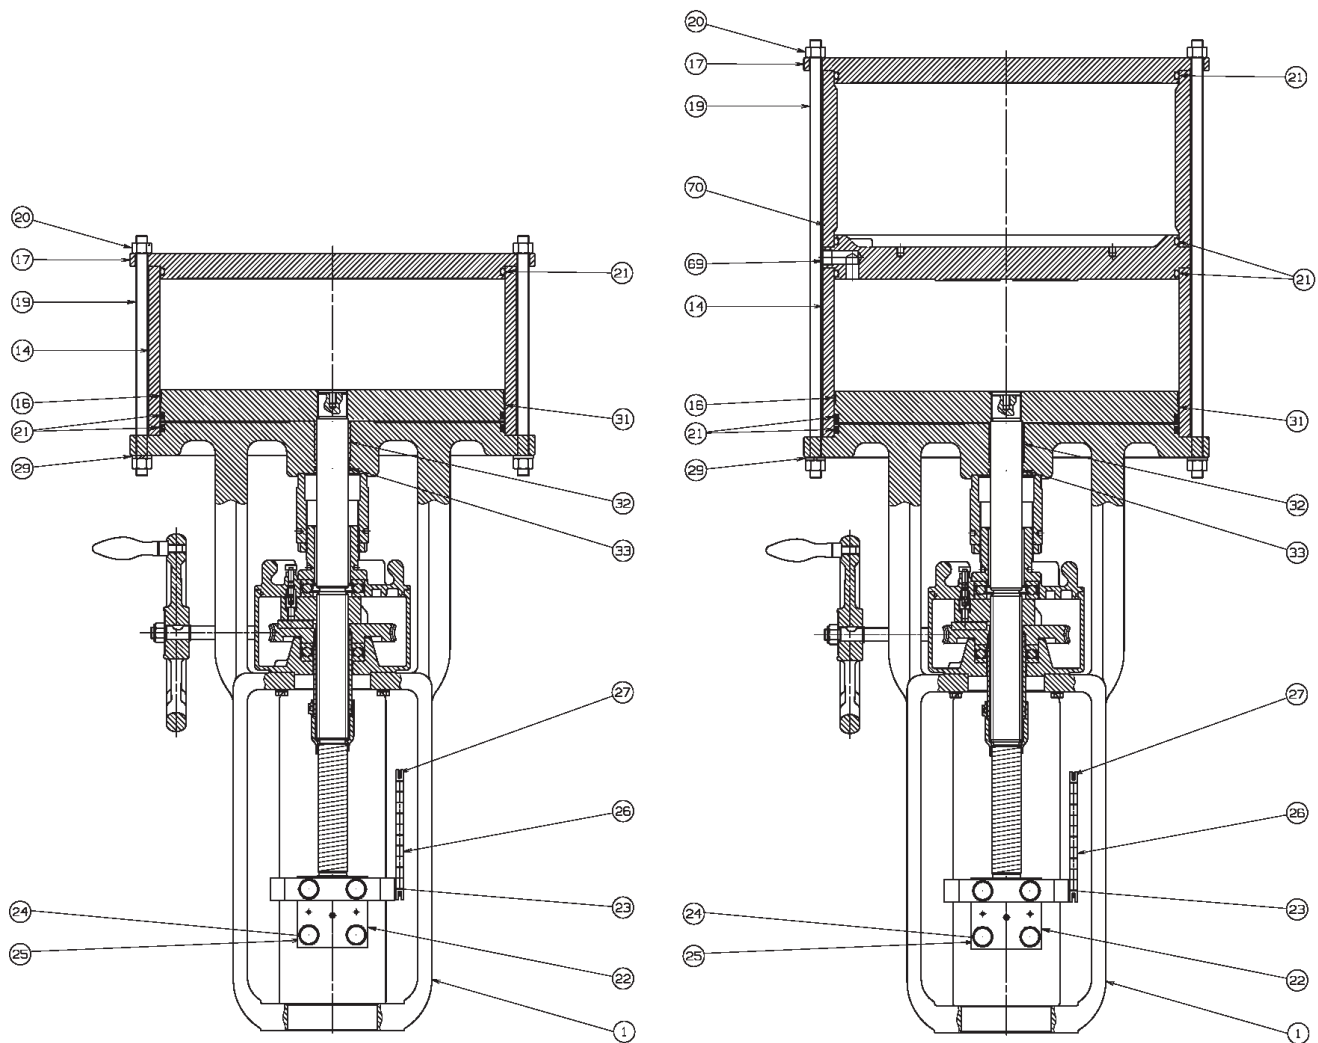

Bild 7 – Modell 51 med handvred, med/utan volymkammare
2. Koppla loss luftrören från den övre plattan (17) och oket (1) och se till att det inte finns något lufttryck i cylindern (bild 7 och bild 8).
2. Stäng av lufttillförseln till ställdonet och isolera processtrycket från ventilen för att förhindra pluggrorelse (bild 7 på sida 19).
3. Koppla bort luftrören från den övre plattan (17), separationsplattan (69) och kontrollera om det finns lufttryck i cylindern.
4. Ta bort sexkantmuttrarna (20), fjäderlåsbrickorna (29) och mittbultarna (19).
- **Med volymkammare:** Ta bort den övre plattan (17), volymkammarröret (70), separationsplattan (69), cylinderröret (14), o-ringarna (21), styrningen (16).
- **Utan volymkammare:** Ta bort den övre plattan (17), cylinderröret (14), o-ringarna (21), styrningen (16).
- **Med dubbel kolv:** Ta bort den övre plattan (17), den övre cylindermuttern (20), fjäderbrickan (6), den övre kolvplattan (31), separationsplattan (69), det nedre cylinderröret (14), o-ringarna (21) och styrningen (16).
6. Lossa ställskruven (55) i adaptern (54) och skruva loss adaptern (54) från distansröret (5).
7. Ta bort kolvens underdel (31).